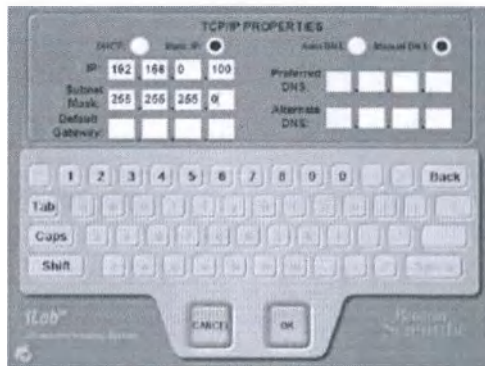

Рисунок 1-11. Экран TCP/IP PROPERTIES.
2. Отобразится экран TCP/IP PROPERTIES (свойства TCP-IP). См. Рисунок 1-11.